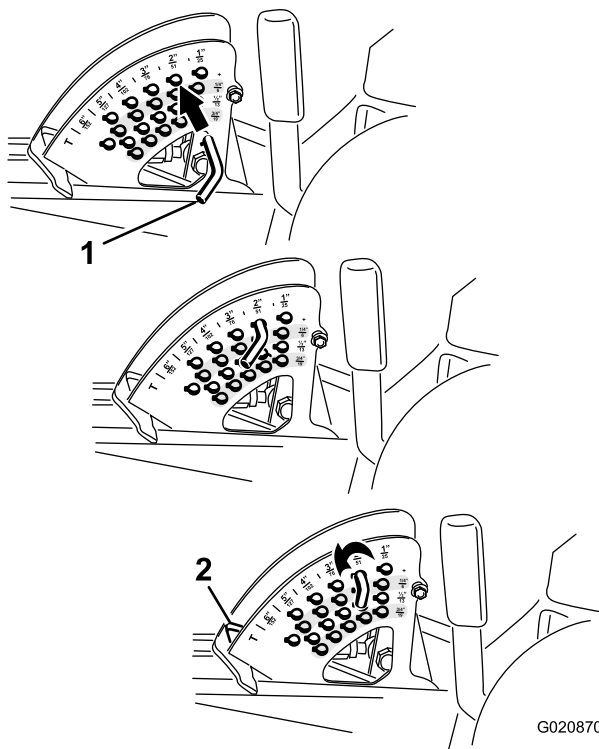

Figura 24
2. Girate la spina di arresto fin quando la spina interna non è allineata con gli intagli previsti nei fori della staffa dell'altezza di taglio, e toglitela (Figura 24).
3. Nella staffa dell'altezza di taglio scegliete un foro corrispondente all'altezza di taglio richiesta, inserite la spina e bloccatela per mantenere questa posizione (Figura 24).
**Nota:** Vi sono 4 file di fori di posizionamento (Figura 24). La fila superiore fornisce l'altezza di taglio elencata sopra la spina. La seconda fila fornisce l'altezza elencata più 6 mm. La terza fila fornisce l'altezza elencata più 12 mm. La fila inferiore fornisce l'altezza elencata più 18 mm. La posizione di 15,8 cm ha un solo foro, situato nella seconda fila, che non aggiunge 6 mm alla posizione.